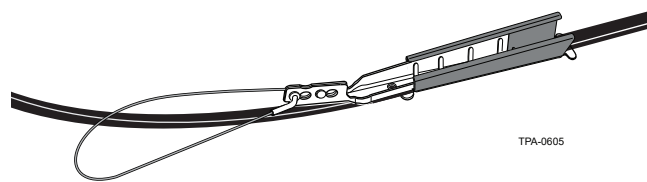

Figure 6
- Étape 4 :** utilisez une bride de terminaison pour sécuriser le câble an aérien. (Figure 6)